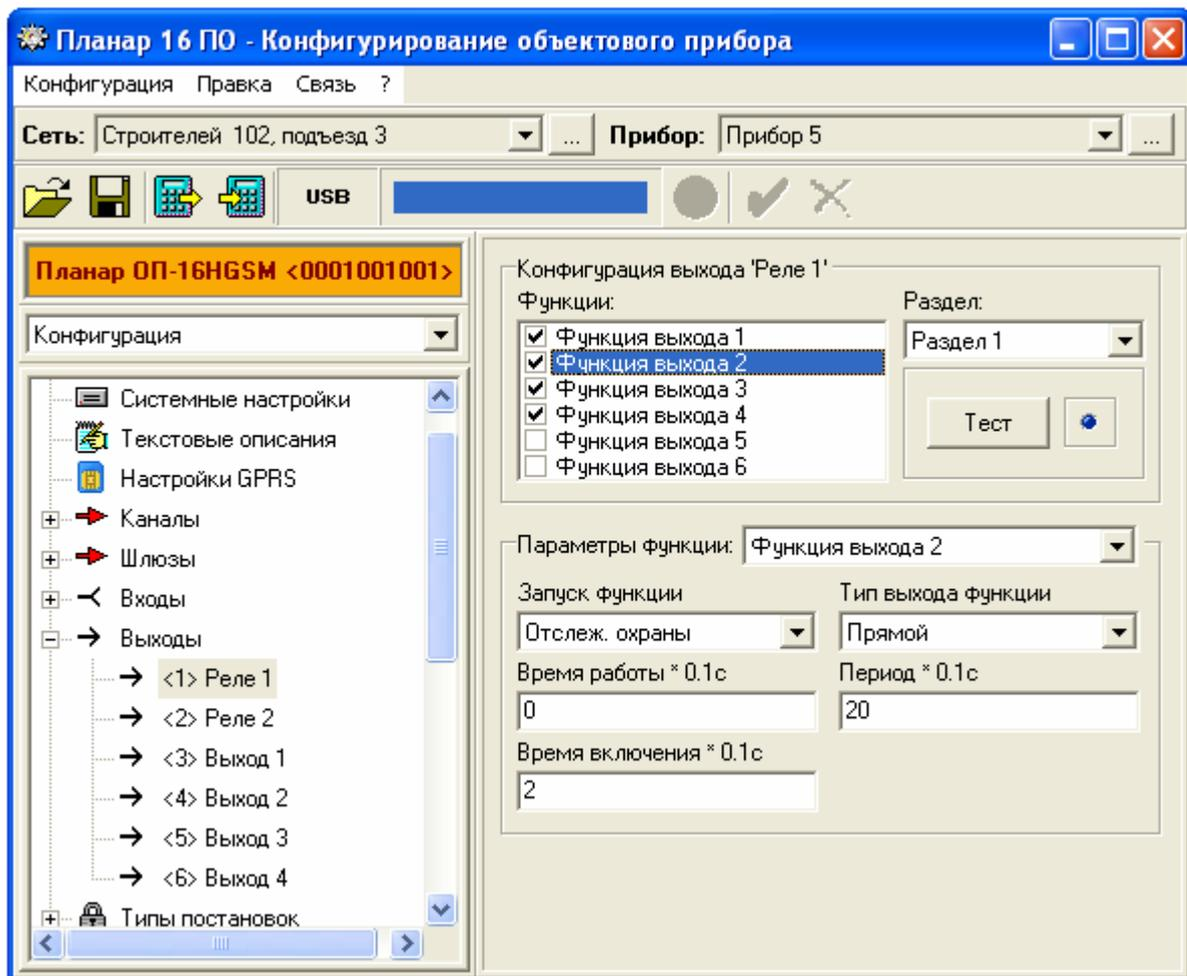

Рис. 12.17 Программирование выходов
12.2.6.2.4.2. Типовое окно программы конфигурирования объектового прибора при программировании выходов показано на рис.12.17.